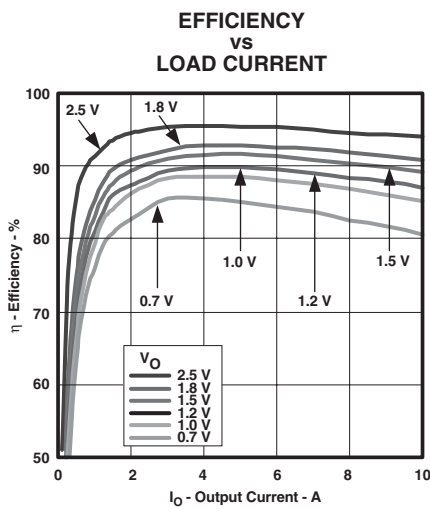
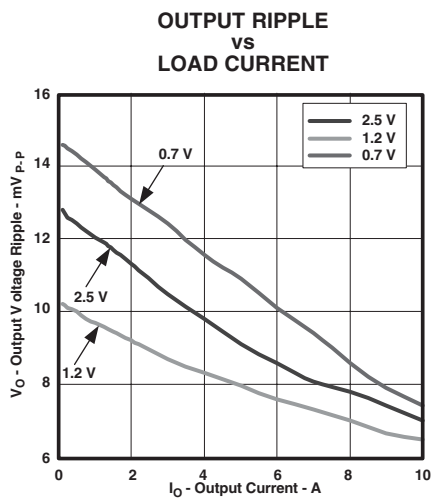
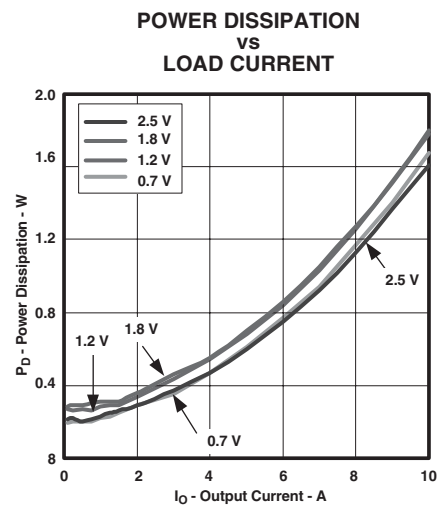

図 5
図 6
図 7
- (1) 電气的特性データは、25°Cでテストした実際の製品から求めたものです。このデータは、コンバータのデータと考えられます。図5、図6、および図7に対して適用されます。